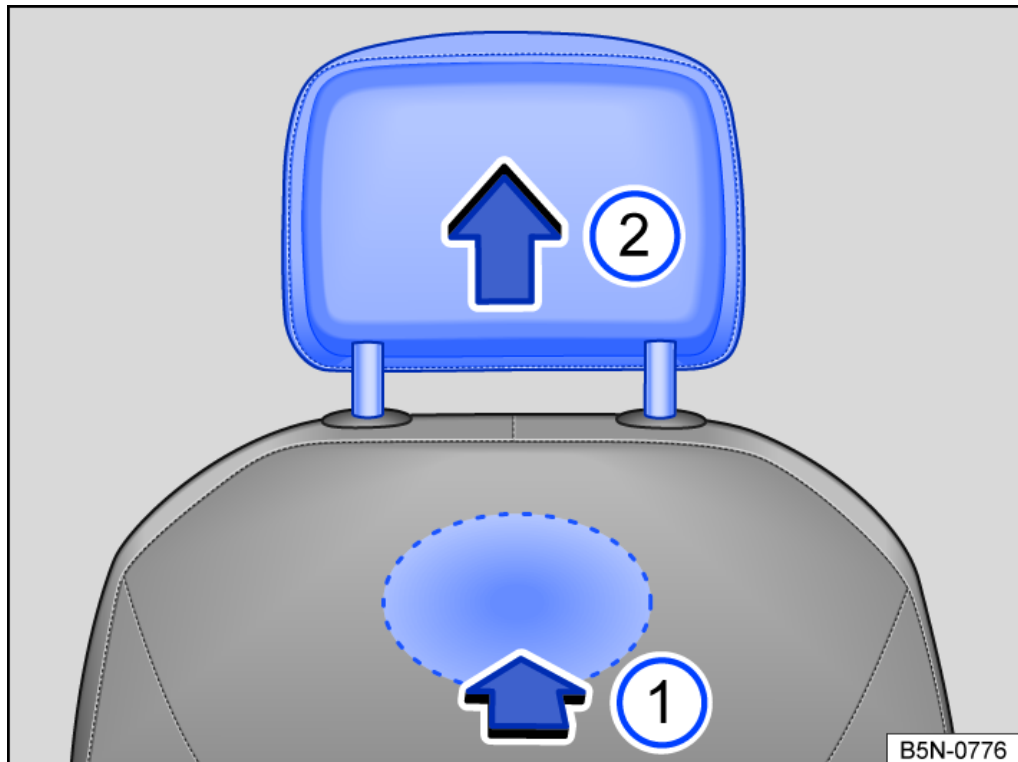

Abb. 1 Kopfstütze vorn: Ausbauen.
- Zum Entriegeln an der Rückseite im gekennzeichneten Bereich Vertiefung ertasten und in Pfeilrichtung hineindrücken → *Abb. 1* (1).
- Kopfstütze in Pfeilrichtung herausziehen → *Abb. 1* (2).